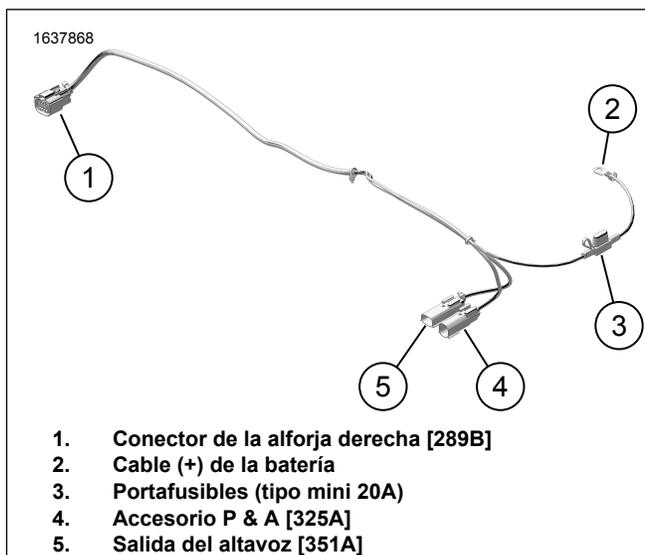
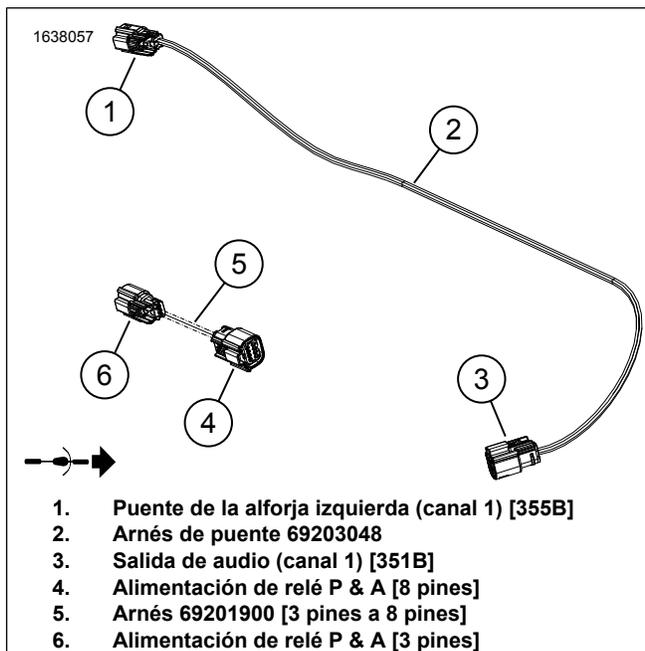

Figura 15. Arnés externo 69202870
Figura 16. Arneses de puente
1. Consulte la Figura 15. Conecte el cable (+) de la batería (2) al terminal (+) de la batería. Consulta el manual de servicio.
- a. Consulte la Figura 15. Tienda el [325A] (4) al lado izquierdo de la estructura del vehículo.
- b. Consulte la Figura 16. Conecte [3 pines] (6) del arnés de puente (5) a [325A] (4) del arnés externo 69202870. Consulte la Figura 15.
- c. Consulte la Figura 16. Conecte [8 pines] (4) del arnés de puente (5) al conector P & A del vehículo [4]. Ubicado debajo del área de la cubierta lateral izquierda.
- a. Tienda el [325A] (4) al lado derecho de la estructura del vehículo.
- b. Consulte la Figura 15. Conecte [325A] al conector P & A del vehículo [325B]. Ubicado debajo del área de la cubierta lateral derecha.
4. Consulte la Figura 15. Tienda el ramal [289B] (1) del arnés externo a lo largo de la estructura y el soporte de la riostra del guardabarros. Instale el arnés en los puntos de anclaje con correas de cables, sin apretarlo. No ajuste las correas de cables.
8. Consulte la Figura 16. Tienda e instale el arnés de puente 69203048 (2).
- a. Consulte la Figura 16. Conecte [355B] (1) del arnés de puente (2) al arnés del altavoz de la alforja izquierda (5). Consulte la Figura 4.
- c. Consulte la Figura 16. Tienda [351B] (3) en el arnés de puente 69203048 (2) hacia [351A] (5) en el arnés externo 69202870. Consulte la Figura 15.
10. Consulte la Figura 1. Instale un fusible de 20 amperios (18) en el portafusibles del arnés externo (3). Consulte la Figura 15.
- a. Conecte [360LA] a la izquierda (L).
- b. Conecte [360RA] a la derecha (R).
4. Consulte la Figura 15. Conecte a [351A] (5).